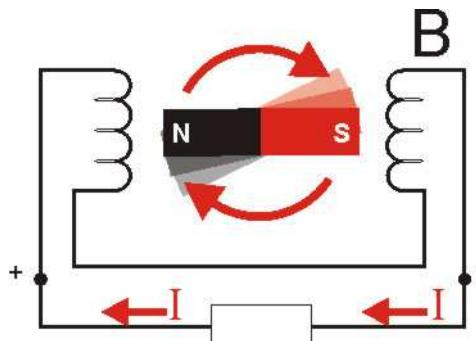

Figura 175 – Uma corrente circula pela carga
Continuando a girar, vemos que do ponto (A) até o ponto (B), o campo magnético do imã corta as espiras das bobinas, criando uma corrente que aumenta de intensidade, até atingir o máximo. Essa corrente circula pela carga, conforme mostra a figura 175.